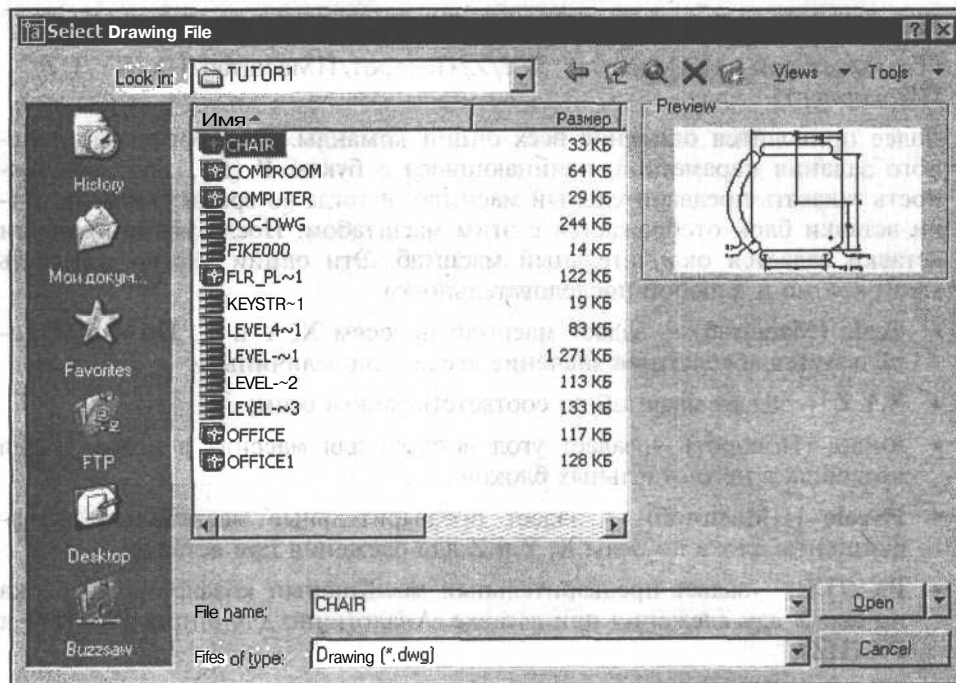

Рис. 17.5. Диалоговое окно для выбора файла со вставляемым блоком
В качестве блока можно использовать и другой чертеж, сохраненный в файле. В этом случае следует щелкнуть мышью на кнопке **Browse** (Найти). В появившемся диалоговом окне (рис. 17.5) **Select Drawing File** (Выбор файла рисунка) найдите и укажите необходимый файл. В качестве базовой точки в этом случае будет использоваться начальная точка чертежа.
2. Введите в командной строке имя блока или знак вопроса и нажмите клавишу <Enter> для вывода имен всех блоков, описанных в рисунке. Если ввести символ "?" и нажать клавишу <Enter>, то появится диалоговое окно **Select Drawing File** (Выбор файла рисунка) (см. рис. 17.5), в котором можно выбрать необходимый файл рисунка для вставки в текущий чертеж в качестве массива блоков. После ввода имени блока появится запрос